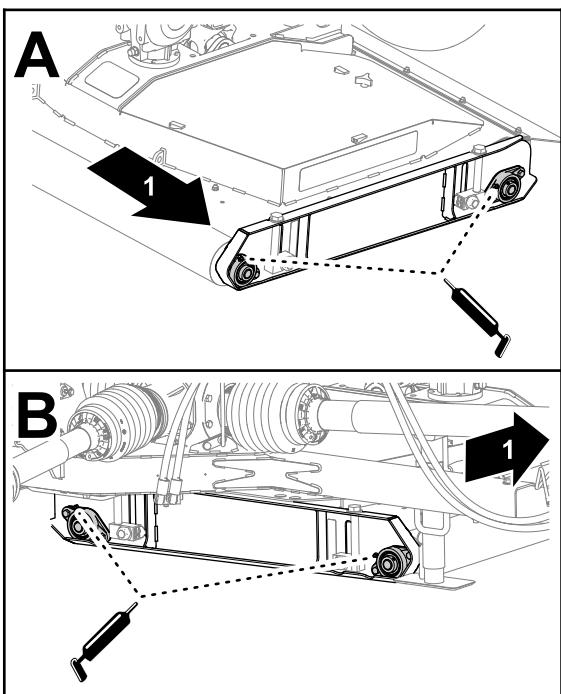

Рисунок 56
1. Введите консистентную смазку указанного типа в подшипники валиков дек на левой стороне деки (Рисунок 56).
2. Заправьте консистентной смазкой подшипники валиков дек на правой стороне дески (Рисунок 56).